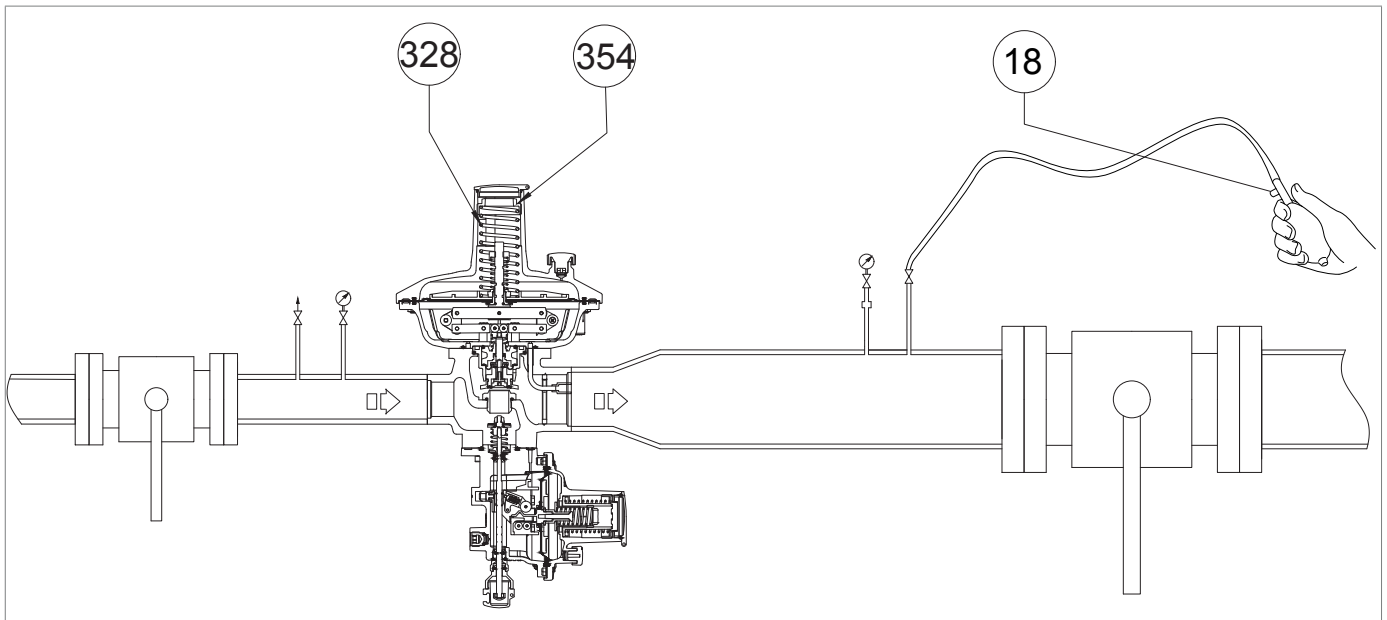
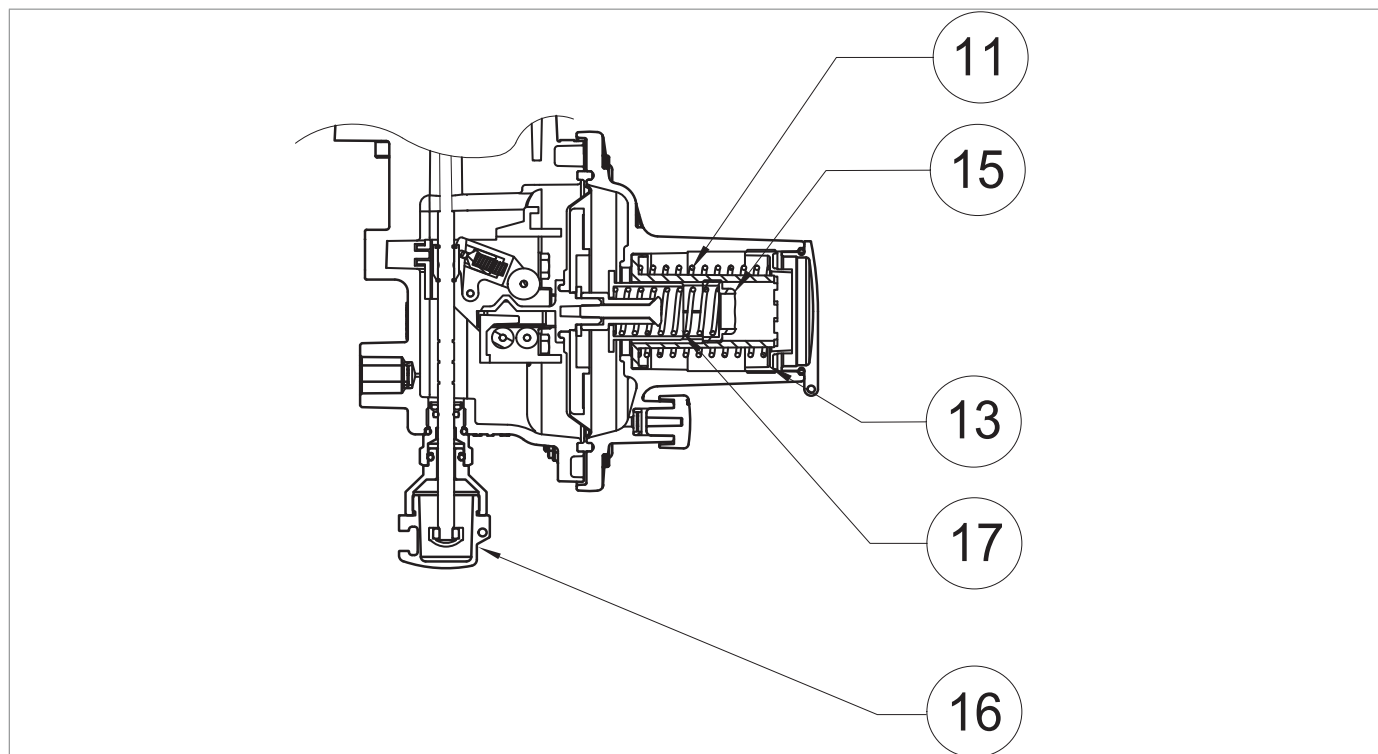
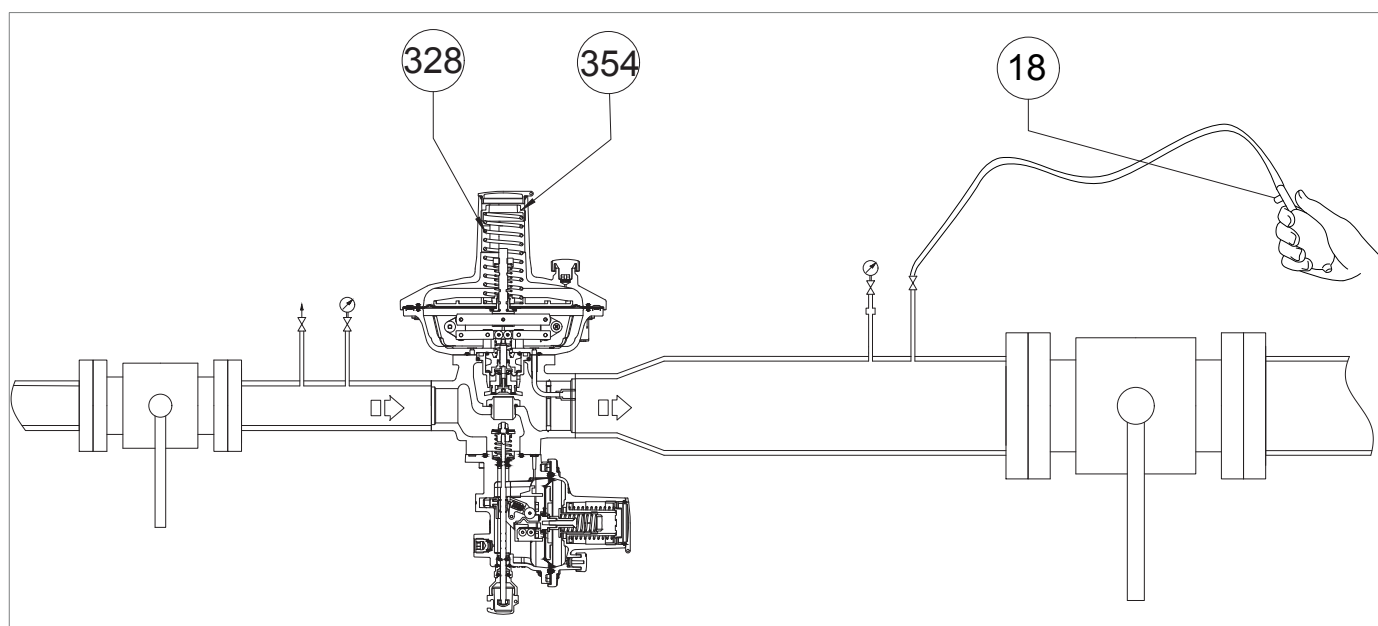

Fig. 8.22. Pressurizzazione con fonte esterna per valvola di blocco incorporata LA
Fig. 8.20. Taratura del pressostato per valvola di blocco LA
Fig. 8.21. Pressurizzazione con fonte esterna per valvola di blocco incorporata LA
1	<p>Aumentare la pressione di valle fino al valore di intervento della valvola di blocco, collegando una fonte di pressione esterna al rubinetto di scarico (Fig. 8.20, rif. 6) posto sulla tubazione di valle, assicurandosi di aprire un rubinetto di scarico aggiuntivo (Fig. 8.22, rif. 18).</p> <div style="border: 1px solid black; padding: 5px;"> <p>! AVVISO!</p> <p>Controllare la pressione facendo riferimento al manometro di valle (Fig. 8.20, rif. 5).</p> <p>Se la valvola di blocco:</p> <ul style="list-style-type: none"> <li>• interviene prima del valore di pressione previsto: avvitare (senso orario) la ghiera di regolazione (13) così da comprimere maggiormente la molla (11);</li> <li>• non interviene al valore di pressione previsto: svitare (senso antiorario) la ghiera di regolazione (13), così da scaricare la molla (11).</li> </ul> </div>
2	Diminuire la pressione del tratto di valle aprendo il rubinetto di scarico aggiuntivo (Fig. 8.22, rif. 18) per portarla fino al valore di taratura del regolatore principale.
3	Chiudere il rubinetto di scarico aggiuntivo (Fig. 8.22, rif. 18).
6	Scollegare la fonte di pressione esterna dal rubinetto di scarico (Fig. 8.20, rif. 6).
1	Aprire parzialmente il rubinetto di scarico (Fig. 8.20, rif. 6) in atmosfera e tenerlo aperto per le fasi successive.
2	Ruotare in senso antiorario la ghiera di regolazione (Fig. 8.20, rif. 3) del regolatore per diminuire la pressione di valle (Pd) fino alla pressione minima richiesta per l'intervento della valvola di blocco.
3	Se necessario, rimuovere il tappo di chiusura (Fig. 8.22, rif. 354) unitamente alla ghiera di regolazione e rimuovere la molla di regolazione (Fig. 8.22, rif. 328). AVVISO! Controllare il valore della pressione di intervento della valvola di blocco indicato dal manometro di valle (Fig. 8.20, rif. 5).
4	Se la valvola di blocco: <ul style="list-style-type: none"> <li>• interviene prima del valore di pressione previsto: svitare (senso antiorario) la ghiera di regolazione (Fig. 8.21, rif. 15) così da scaricare la molla (Fig. 8.21, rif. 17);</li> <li>• non interviene al valore di pressione previsto: avvitare (senso orario) la ghiera di regolazione (Fig. 8.21, rif. 15), così da comprimere maggiormente la molla (Fig. 8.21, rif. 17).</li> </ul>
5	Dopo aver verificato che la valvola di blocco intervenga al valore prefissato, agire come segue: <ol style="list-style-type: none"> <li>1. Chiudere il rubinetto di sfiato (Fig. 8.20, rif. 6)</li> <li>2. Posizionare la molla di regolazione (Fig. 8.21, rif. 328), il tappo di chiusura (Fig. 8.22, rif. 354), la ghiera di regolazione (Fig. 8.20, rif. 3)</li> <li>3. Aprire lentamente la valvola di intercettazione di monte (V1) fino a che il valore della pressione di valle (Pd) raggiunga il valore di taratura del regolatore, facendo riferimento al manometro di valle (Fig. 8.20 rif. 5)</li> <li>4. Chiudere la valvola di intercettazione di monte (V1)</li> <li>5. Aprire lentamente e parzialmente il rubinetto di sfiato (Fig. 8.20, rif. 6) per diminuire la pressione di valle facendo riferimento al manometro di valle (Fig. 8.20, rif. 5) fino al raggiungimento del valore di intervento per minima pressione</li> <li>6. Verificare la corretta taratura della molla di minima ripetendo i passi 2-3-4 almeno tre volte</li> <li>7. Eseguire taratura del regolatore principale facendo riferimento al paragrafo "8.5 - Procedura di messa in servizio del regolatore"</li> </ol>
7	Ruotare in senso orario la ghiera di regolazione (Fig. 8.20, rif. 3) per aumentare la pressione di valle fino al valore di taratura del regolatore.
9	Chiudere il rubinetto di scarico (Fig. 8.20, rif. 6).